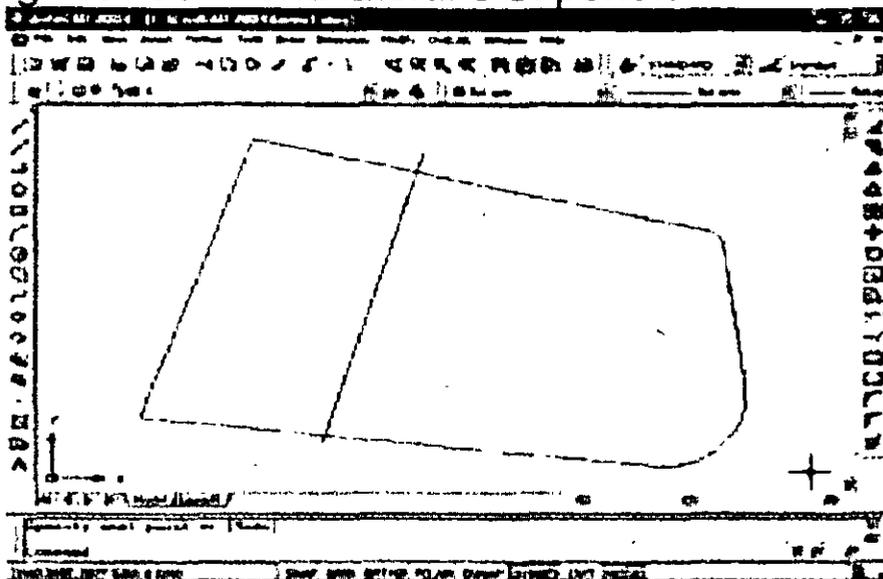

Fig. 17: Línea divisoria propuesta
2. Proponga una línea divisoria auxiliar que visualmente se aproxime a la tercera parte de la superficie total. (fig. 17)